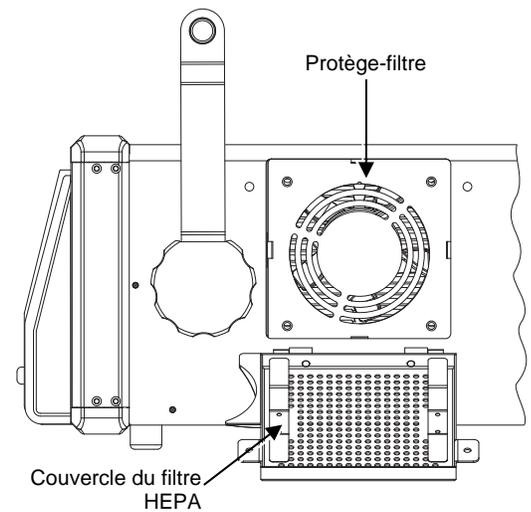

Figure 112 Protège-ventilateur
6. Retirer le filtre. S'assurer que le ventilateur ne tourne pas. Nettoyer le protège-ventilateur avec un linge peu pelucheux, non abrasif, absorbant, imbibé d'alcool isopropyl avant l'installation du nouveau filtre. Voir la Figure 112.
8. Rabattre le couvercle du filtre pour le fermer. Pousser sur les loquets mentionnés à l'étape 2 et les engager. Les loquets se verrouilleront lorsque le couvercle du filtre sera fermé. Voir la Figure 112.